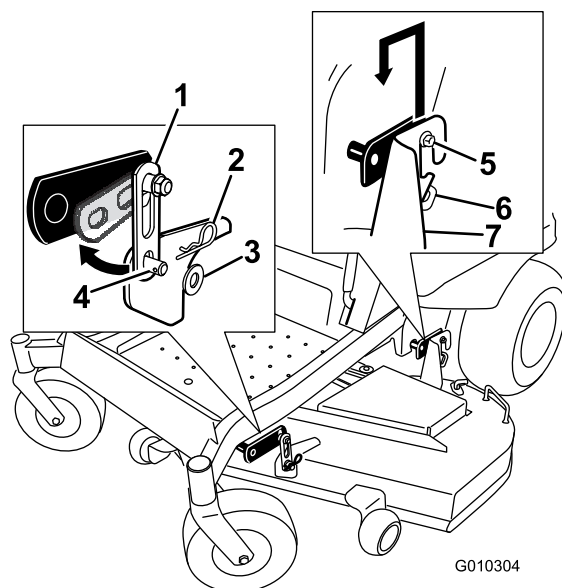

Figure 64
2. Enlevez les fixations des pattes de fixation avant de chaque côté du tablier de coupe (Figure 64).
3. Soulevez le tablier de coupe avec précaution pour le dégager des boulons des pattes de fixation arrière et abaissez l'avant du tablier au sol (Figure 64).
5. Soulevez l'arrière du tablier de coupe et guidez les supports sur les boulons des pattes de fixation arrière (Figure 64).
6. Montez le support avant du tablier de coupe sur les pattes de fixation avant et fixez-les avec une rondelle et une goupille fendue (Figure 64).